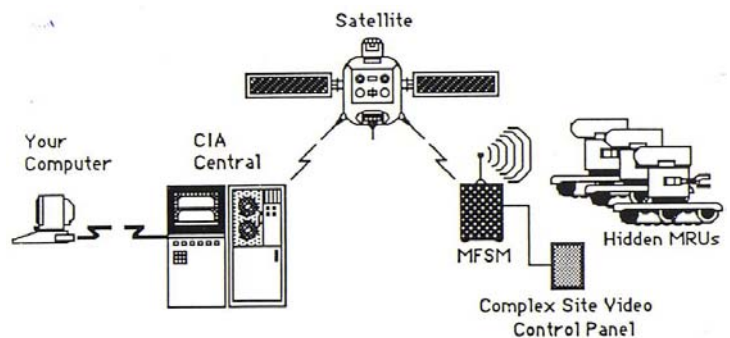

Bild 1-2 Abhängigkeiten der einzelnen Systemkomponenten
- Bild 1-2 Abhängigkeiten der einzelnen Systemkomponenten
Bild 1-2 zeigt alle Elemente der gesamten Systemkonfiguration und die Operationsumgebung des MFSM. Das MFSM wird auf einem Platz in der zu überwachenden Umgebung installiert um die Datenleitungen zu infiltrieren und das Telemetrie Orientierungs System zu kontrollieren. Über einen Uplink zu einem gesicherten Satelliten-System werden die Daten in beidseitiger Richtung zwischen Hauptsystem in der CIA-Zentrale und MFSM gesendet. Der Zugriff auf das Hauptsystem kann mittels eines autorisierten Computers oder Terminals erfolgen.